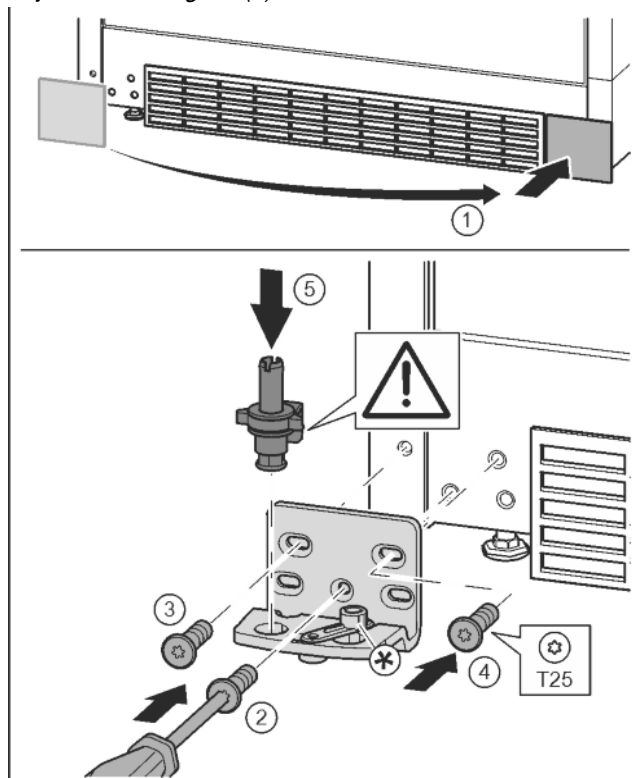

Fig. 15
- ▶ Sejměte kryt a připevněte jej na druhé straně. Fig. 15 (1)
- ▶ Nasad'te stojan ložiska na druhé straně a přišroubujte pomocí šroubováku T25. Začněte šroubem 2 dole uprostřed. Fig. 15 (2)
- ▶ Pevně utáhněte šroub 3 a 4. Fig. 15 (3, 4)
- ▶ Zcela vložte ložiskový čep. Přitom dávejte pozor, aby zajišťovací vačka směřovala dozadu. Fig. 15 (5)